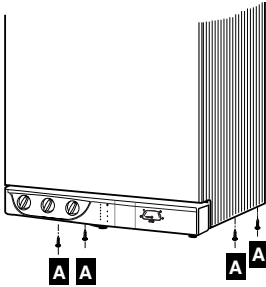

Fig. 19
- plaats de 4 bevestigingsvijzen **A** die zich op het onderste gedeelte bevinden (fig. 19).